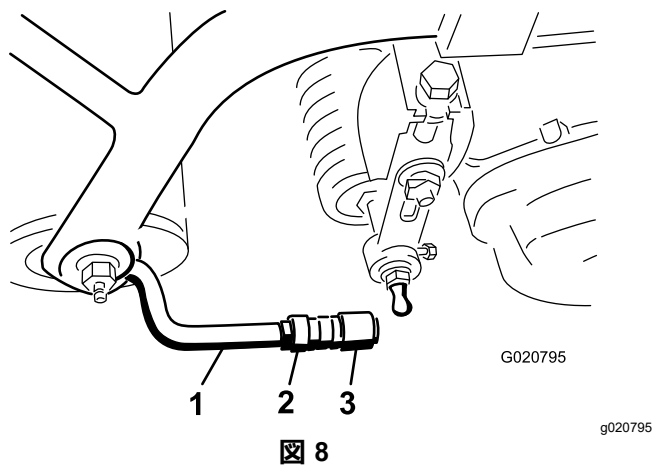

図 8
5. ソケットの口をボールスタッドに向けてソケットをボールジョイントに嵌め、ジャムナットを締めて固定する 図 8。